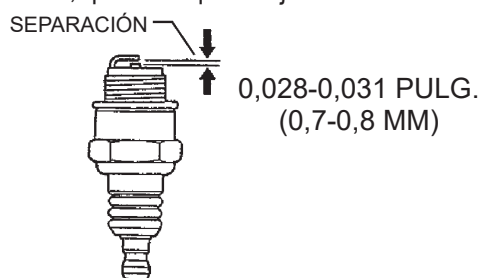

Figura 20. Separación de los electrodos de la bujía
3. Quite y limpie la bujía (consulte la Figura 20) y luego ajuste la separación de los electrodos a 0,028~0,031 pulg. (0,6~0,7 mm). La unidad cuenta con encendido electrónico, que no requiere ajustes.